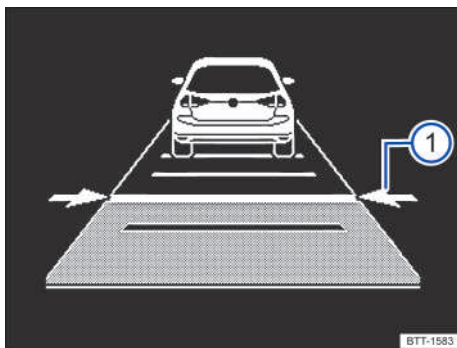

Fig. 111 En la pantalla del cuadro de instrumentos: ajustar la distancia (representación esquemática, el ACC regula).
La pantalla del cuadro de instrumentos muestra el nivel ajustado → fig. 111 ①. Observar los requisitos para la distancia mínima específicos.